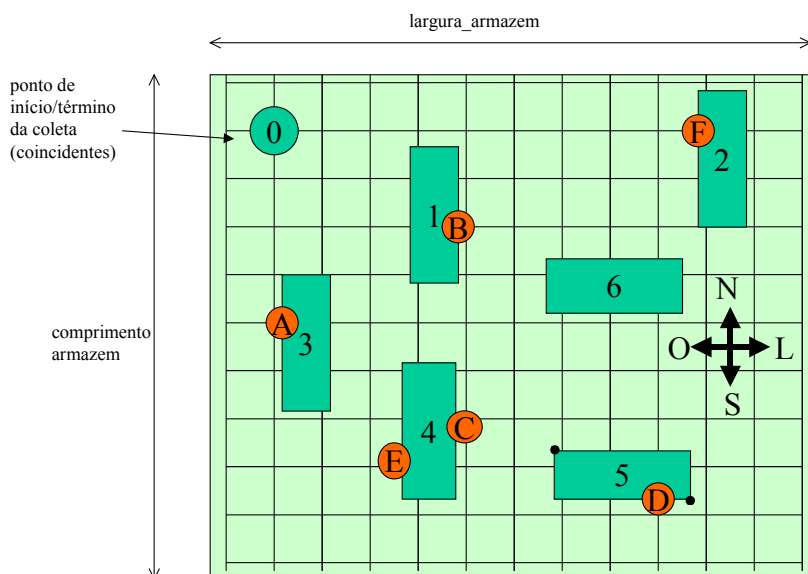

Figura 1
- O ponto onde os atendentes pegam os pedidos e entregam os produtos é localizado de acordo com este sistema de coordenadas. No exemplo da figura 1, a localização deste ponto "zero" é (1 ; 1);
- Cada estante retangular é localizada espacialmente pela indicação da posição dos seus quatro cantos, na seguinte ordem: superior-esquerdo, superior-direito, inferior-esquerdo e inferior-direito. Na figura 1, a localização dos cantos da estante 1 é: